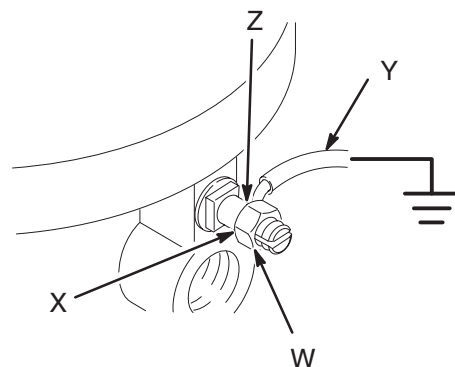

Fig. 1
- **Bomba:** utilizar una abrazadera y un cable de conexión a tierra. Vea la Fig.1. Afloje la tuerca de apriete (W) y la arandela (X) de conexión a tierra. Introduzca un extremo de un cable de conexión a tierra (Y) de un mínimo de 1,5 mm² en la ranura de la orejeta (Z) y apriete la tuerca firmemente. Conecte el otro extremo del cable a una tierra verdadera. Cable de conexión a tierra y abrazadera, ref. pieza 237569.